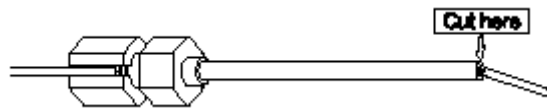

图 1.4 截去末端色谱柱
- (3) 在色谱柱穿过石墨压环孔心时，柱口可能进入一些石墨粉，需要将压环安装管中伸出的毛细柱用毛细柱切割刀截去。
- (a) 压环安装管的管口应与截去后的色谱柱端口平齐。（图 1.4）